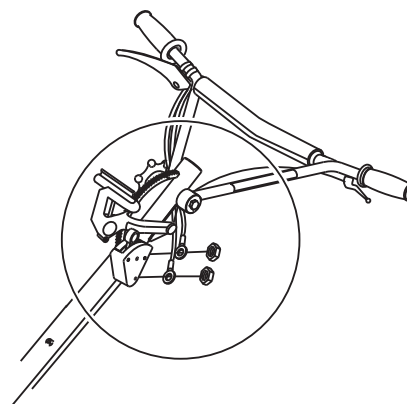

Figura 14. Ligação dos fios
- 6. Ligue os dois fios entre a alavanca de presença do operador e as peças do terminal do interruptor de paragem de segurança. (um por peça; uma das posições). Volte a instalar e aperte as porcas. (Figura 14).